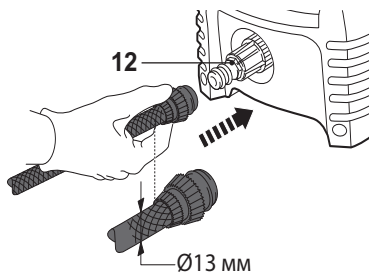

Рис. 13
- > Подсоедините подходящий водяной шланг (не входит в комплект поставки) к водопроводу, а затем к другому концу патрубка водяного шланга (12) (Рис. 13).